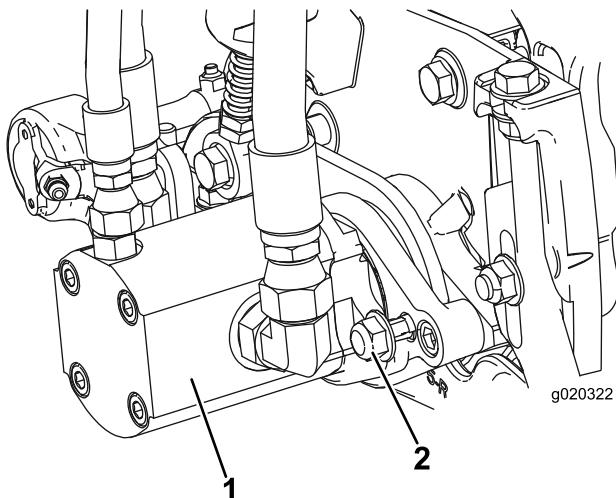

Bild 10
- Montieren Sie den Motor; drehen Sie ihn nach rechts, damit die Motorflansche nicht die Sicherungsmuttern berühren (Bild 10). Drehen Sie den Motor nach links, bis die Flansche die Muttern umgeben. Ziehen Sie die Muttern dann an.